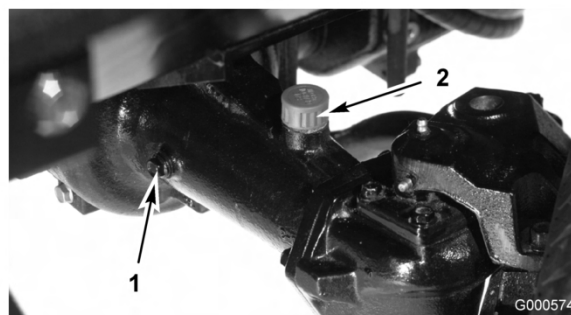

Figura 47
2. Retire un tapón de verificación de un extremo del eje (Figura 47) y asegúrese de que el lubricante llega al borde inferior del orificio. Si el nivel es bajo, retire el tapón de llenado (Figura 47) y añada suficiente lubricante para que el nivel llegue al borde inferior de los orificios de los tapones de verificación.